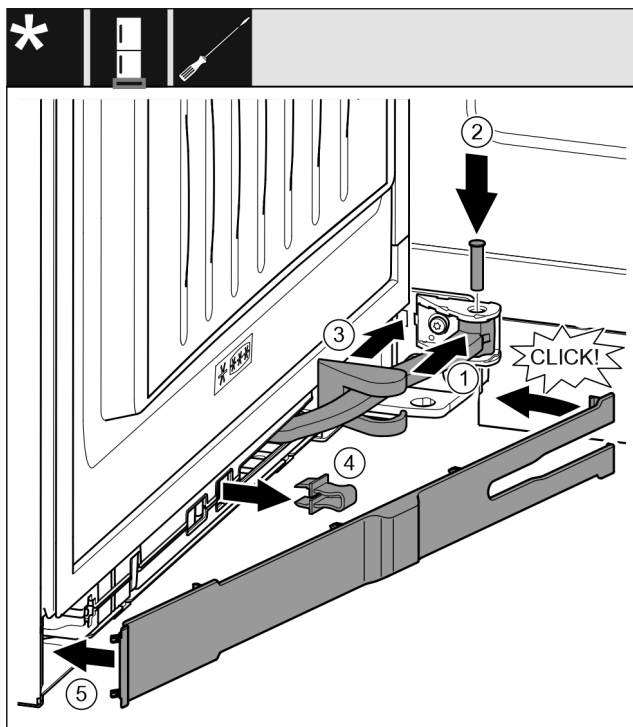

Fig. 43
- ▶ Ruotare il giunto Fig. 43 (1) nella sospensione.
- ▶ Con un cacciavite Fig. 43 (2) inserire i perni nella sospensione e nel giunto. Assicurarsi che la camma di arresto sia posizionata correttamente nella scanalatura.
- ▶ Spostare la copertura del blocco di supporto Fig. 43 (3) lungo il giunto e montarla sulla sospensione.
- ▶ Rimuovere il fusibile Fig. 43 (4).
- ▶ Applicare la maschera Fig. 43 (5) dal lato della maniglia e ruotarla verso l'interno.